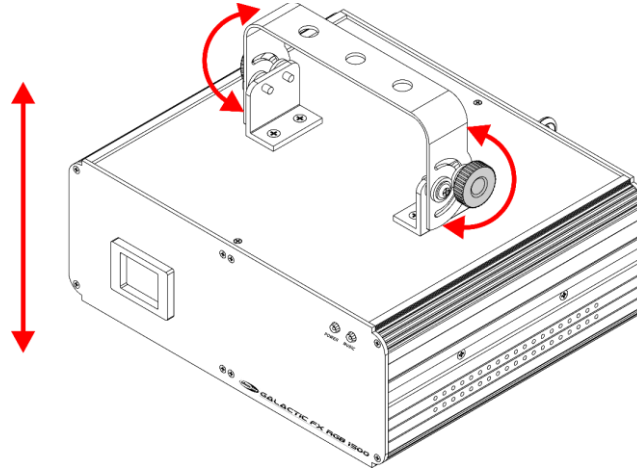

Abb. 10
- 01) Drehen Sie die **Einstellschrauben (02)** gegen den Uhrzeigersinn, um sie zu lösen.
- 02) Kippen Sie den Scheinwerfer in die gewünschte Position (Abb. 10).
- 03) Drehen Sie die **Einstellschrauben (02)** mit dem Uhrzeigersinn wieder fest. Stellen Sie sicher, dass sich der Scheinwerfer nicht frei bewegen kann, wenn die **Einstellschrauben (02)** angezogen sind.